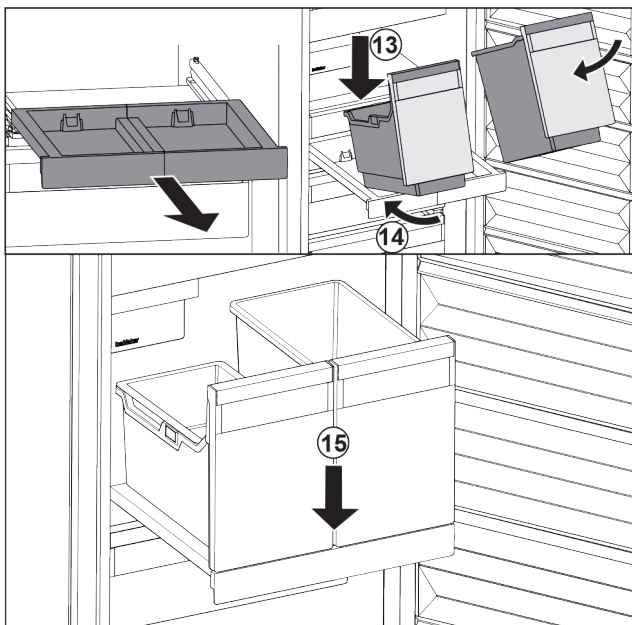

Fig. 129
- ▶ Наклоняя вниз, установите контейнеры на выдвижную панель. Fig. 129 (13)
- ▶ Вставьте контейнеры, наклоняя вниз, назад. Fig. 129 (14)
- ▶ Снимите контейнеры спереди. Fig. 129 (15)